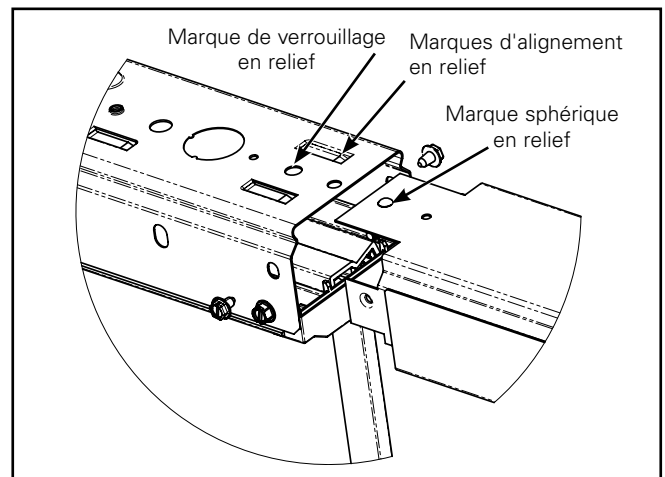

Figure 2.
3. Insérez l'onglet supérieur du boîtier du capteur dans les marques d'alignement en relief sur le canal. Les onglets latéraux vont à l'intérieur des côtés du canal (Figure 2).
3. Insérez les onglets supérieurs du boîtier du capteur dans les marques d'alignement en relief sur chaque canal. Les onglets latéraux vont à l'intérieur des côtés des canaux (Figure 2).